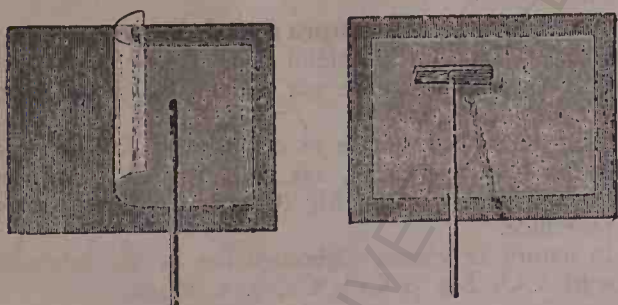

Fig. 92
m. d, așa că la urmă bucata de sticlă are forma unui cilindru. Se taie fundul cilindrului cu vârful de fier încălzit la roșu (VIII), apoi se desprinde de țavă, se obține astfel un cilindru deschis la ambele capete și cu ajutorul unui fier înroșit se taie de-alungul unei generatrice. Apoi se așează cilindrul pe o tablă de fier înroșită, din care cauză se moaie și se desface formând astfel o foaie de sticlă, care nu este decât geamul (fig. 92).